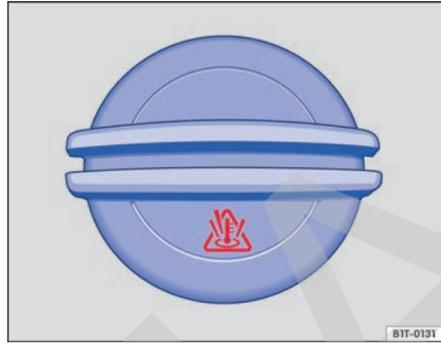

Fig. 131 En el compartimento del motor: tapón del depósito de expansión del líquido refrigerante de motor.
- El depósito del líquido refrigerante del motor se reconoce por el símbolo  sobre la tapa ⇒ fig. 131.